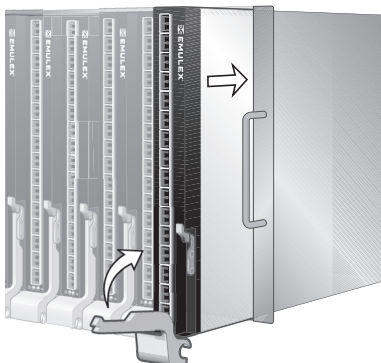

Figura 2. Instalação do módulo de transferência
5. Gire a lingüeta de travamento para cima até que pressione o painel dianteiro e a parte superior do braço esteja encaixada na trava, como ilustrado na Figura 2, Instalação do módulo de transferência.